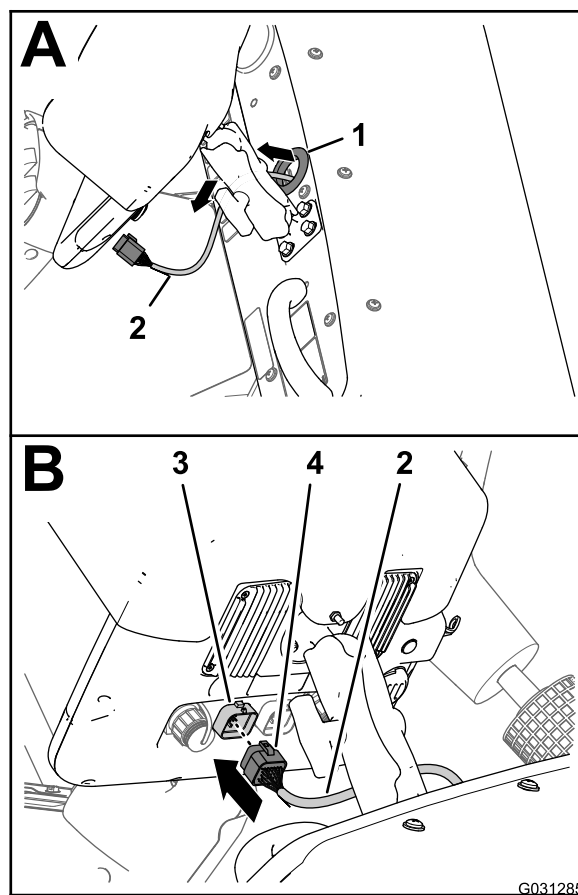

Figura 176
5. Disponete la diramazione di 220 cm del cablaggio dati verso l'alto, attraverso il gommino che circonda il foro nel cruscotto (Figura 176).
6. Allineate il connettore a 26 prese del cablaggio dati con il connettore a 26 pin del display dell'irroratrice e premete il connettore a presa nel connettore a pin, fino a quando il fermo del connettore non scatta in sede (Figura 176).